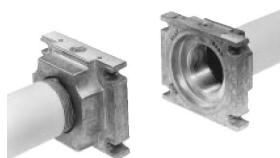

Fig. 12
- 3 Extraer el GasMultiBloc entre las bridas roscadas (Fig. 12)